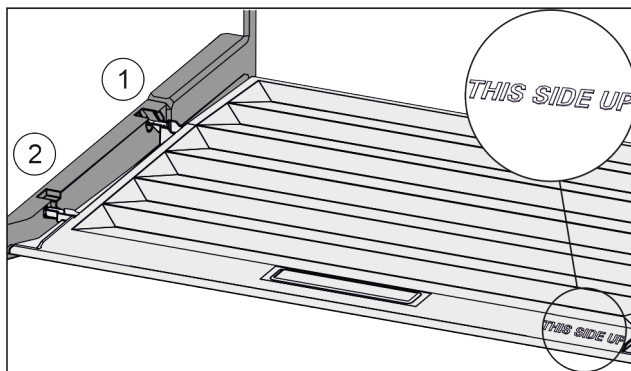

Fig. 52
- ▶ Výstupky veka zavedte cez otvor zadného držiaku Fig. 52 (1) a zaistíte vpredu v držiaku Fig. 52 (2).